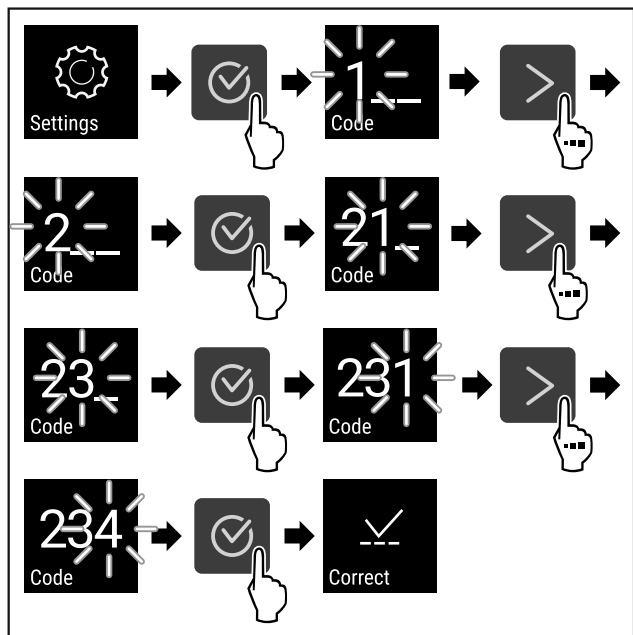

Fig. 71
- ▶ Eseguire i passi (vedere Fig. 71) . Inserire il codice PIN.